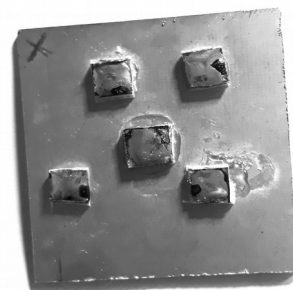
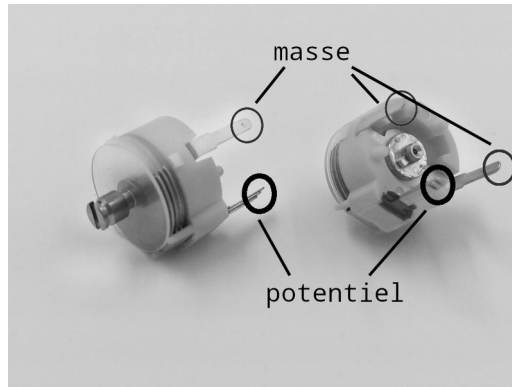

Figure 5: Potentiels collés sur la masse
Figure 8: Les pattes du condensateur variable
7. Soudez le condensateur variable. Le condensateur variable a trois pattes. Sur la Figure 8 ci-dessous, on voit les trois pattes du condensateur. Les broches entourées d'un cercle gris doivent être reliées à la masse (donc soudées sur la plaque de cuivre). La patte entourée en noir (et composée de plusieurs petites languettes) doit être reliée au potentiel du haut à droite (voir Figure 5) .